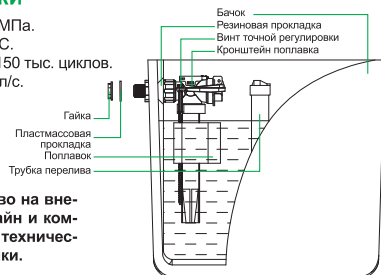

Рис. 1
3. Проверьте, чтобы поплавок свободно перемещался и не задевал стенки бачка (рис. 1).
Уровень воды соответствует верхнему краю поплавка (рис. 1), он должен быть на 2–4 см ниже трубки перелива воды.